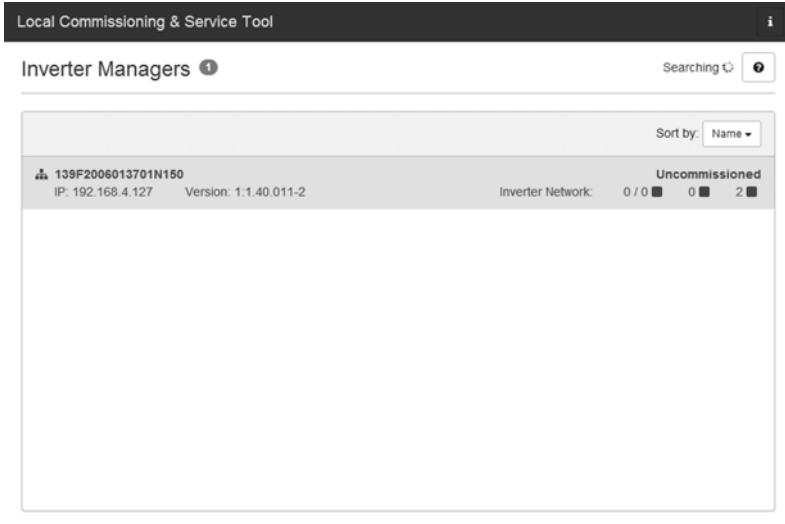

Figure 8: LCS-Tool - Écran initial
2. L'écran affiche maintenant une liste de tous les appareils SMA Inverter Manager (voir figure 8). Pour lancer l'assistant, cliquez sur le SMA Inverter Manager à configurer. En cliquant sur le SMA Inverter Manager, les onduleurs détectés par celui-ci s'affichent. Les onduleurs non mis en service (aucun code réseau attribué) sont signalés par un carré bleu à côté de leur version de logiciel.